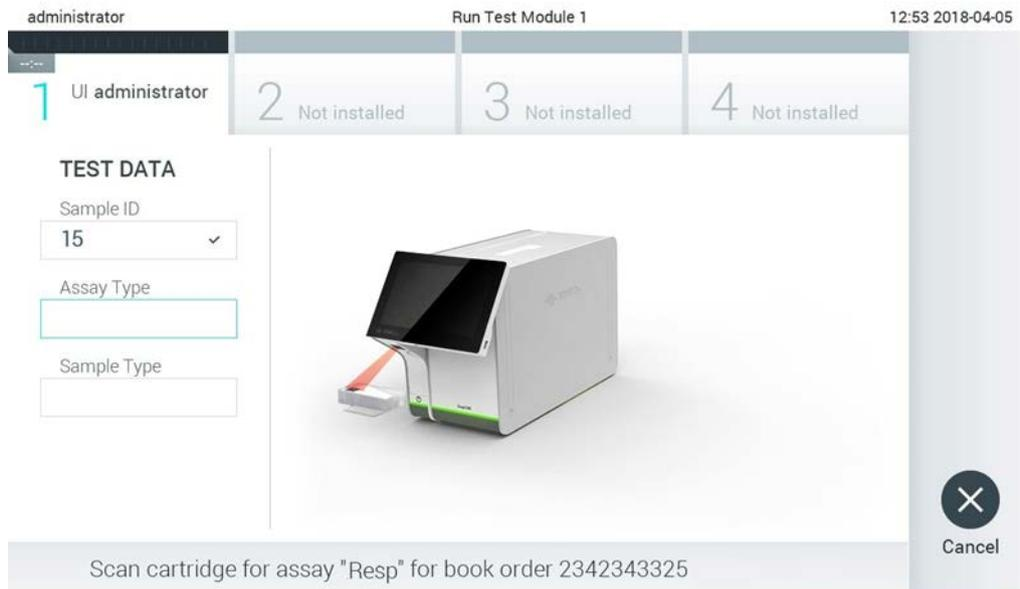

Figura 77. Escaneo del código de barras del cartucho de ensayo QIAstat-Dx.
4. Cuando la solicitud de prueba se ha recibido correctamente del host, se mostrará "Scan cartridge for assay <assay_name> and book order <order_number>" (Escanear cartucho para el ensayo <nombre_de_ensayo> y solicitud de reserva <número_de_solicitud>). Escanee el código de barras del cartucho de ensayo QIAstat-Dx específico (figura 77).